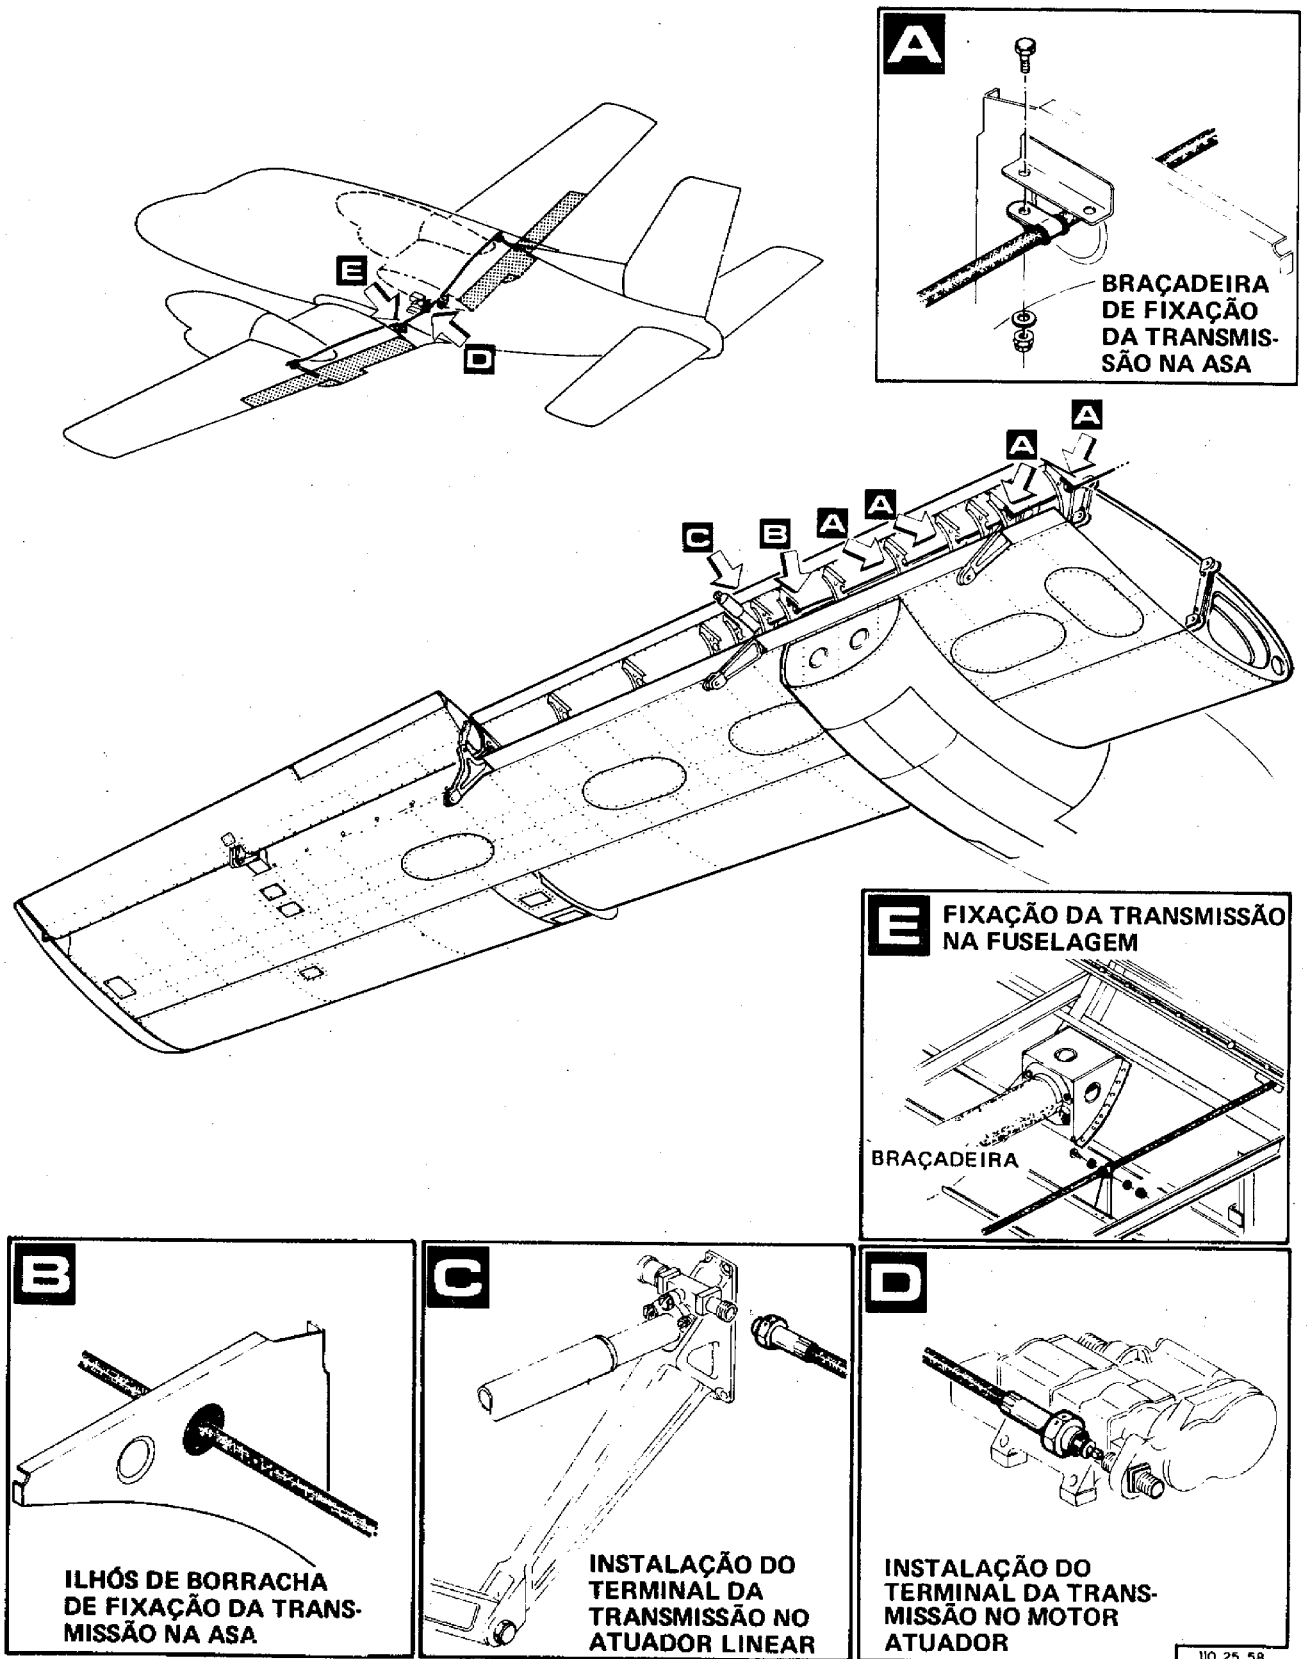

Figura 5-13. Instalação da Transmissão Flexível
6. Solte todas as braçadeiras que prendem a transmissão flexível junto à longarina da asa e junto aos suportes na fuselagem (veja a figura 5-13).
13. Fixe a transmissão flexível com as braçadeiras nos suportes junto à longarina traseira da asa (bordo de fuga) e na fuselagem (veja a figura 5-13).